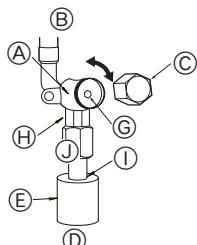

Fig. 4-5
(1) Gasseite von P100-P140 (Fig. 4-5)
- ① Entfernen Sie die Kappe und drehen Sie die Ventilstange mit einem 5-mm-Schlagschlüssel bis zum Anschlag gegen den Uhrzeigersinn. Hören Sie auf zu drehen, wenn der Anschlag erreicht ist.